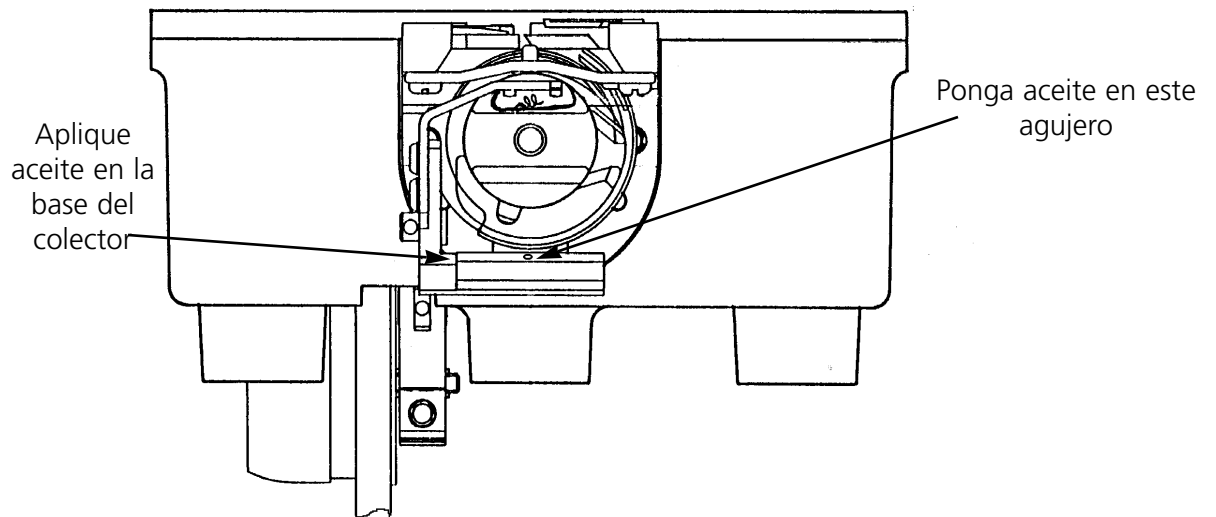

Figura 4-15
9. Mire directamente al ensamblaje del gancho y revise la ubicación del ojo de la aguja comparada con la figura 4-15.